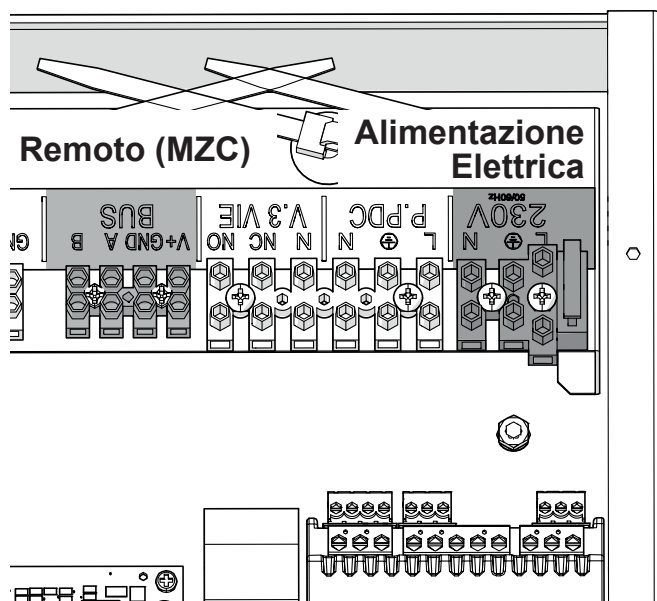

Figura 9.23
- Collegare il cavo di alimentazione elettrica all'interruttore onnipolare rispettando la corrispondenza della linea (filo marrone) e del neutro (filo azzurro) Figura 9.23.
Il comando remoto va collegato alla morsettiera del quadro elettrico di sistema (vedi Figura 9.23) utilizzando un cavo (non fornito) avente le seguenti caratteristiche: